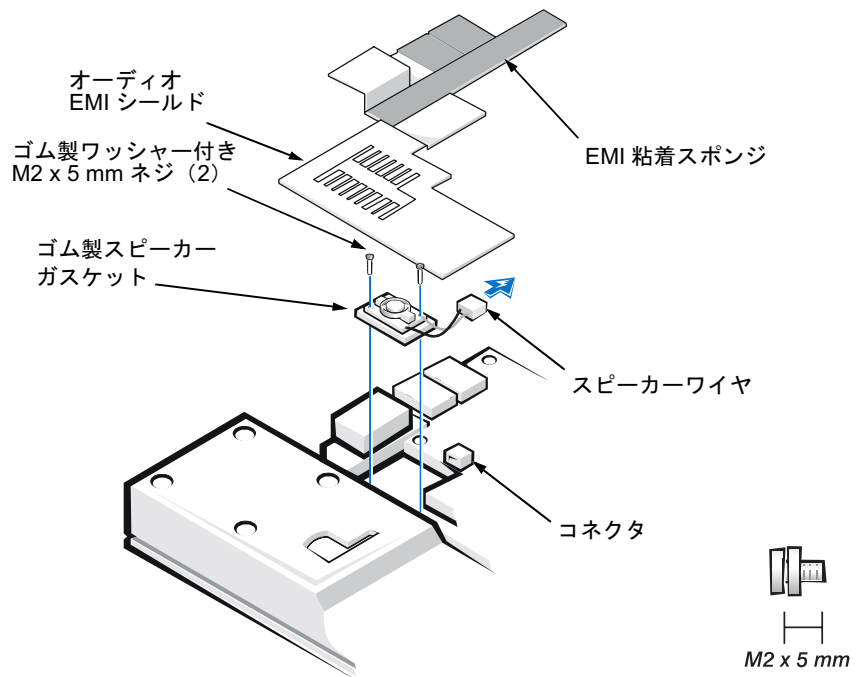

図 21 スピーカーの取り外し
5. オーディオ EMI シールドをサーマル冷却ソリューションに接触させるための EMI 粘着スポンジをはがします (図 21 参照)。